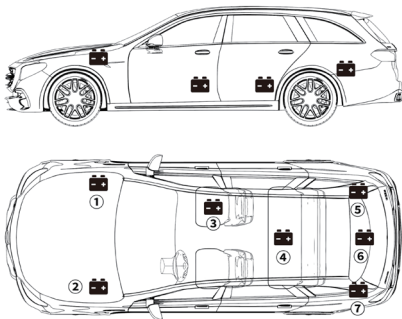

Figura 3.1.1
- 1) La mayoría de los modelos de vehículos colocan la batería en el compartimento del motor, debajo del capó, en una de las esquinas delanteras. Consulta la ubicación de la batería ① y ② en la Figura 3.1.1.
- 2) Para equilibrar la distribución desigual del peso, algunos fabricantes colocan la batería en el maletero. Consulta la ubicación de la batería ⑤, ⑥ y ⑦ en la Figura 3.1.1. En este caso, la batería puede tener una cubierta de plástico que debe retirarse antes de cualquier prueba.
- 3) Para algunos modelos, la batería puede guardarse debajo del asiento trasero. Consulta la ubicación de la batería ④ en la Figura 3.1.1.
- 4) Para otros vehículos, la batería estará ubicada debajo del asiento del pasajero. Consulta la ubicación de la batería ③ en la Figura 3.1.1.